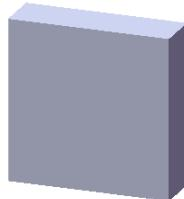
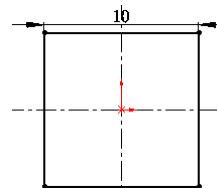

图 10.3 凸台—拉伸 1
图 10.4 横断面草图
Step2. 创建图 10.3 所示的零件基础特征——凸台一拉伸 1。
(1) 选择命令。选择下拉菜单 **插入(I)** → **凸台/基体(B)** → **拉伸(E)...** 命令(或单击“特征(F)”工具栏中的 按钮)。
(2) 定义特征的横断面草图。选取前视基准面作为草图基准面，绘制图 10.4 所示的横断面草图。